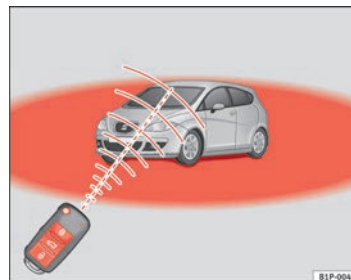

Fig. 63 Radio de acción del mando a distancia por radiofrecuencia
- El mando a distancia por radiofrecuencia funciona únicamente dentro de su radio de acción ⇒ fig. 63 (zona roja).
- Si se desbloquea el vehículo con la tecla  ① y no se abre ninguna puerta ni el portón trasero antes de que transcurran 30 segundos, volverá a bloquearse automáticamente. Esta función impide que el vehículo permanezca desbloqueado involuntariamente durante un periodo de tiempo prolongado.